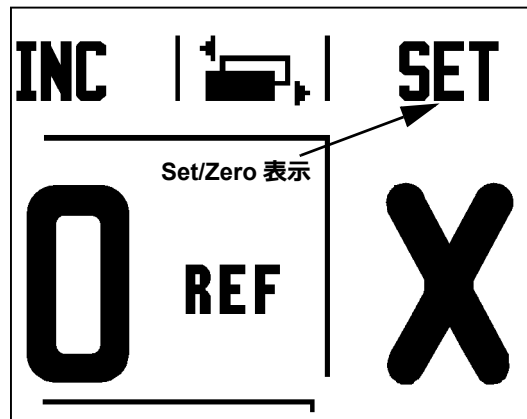

図 I.18 ページ表示と Set/Zero 表示
**SET/ZERO** ソフトキーは、軸キーを押したときの動作を決定します。このキーはトグルキーで、Set 機能と Zero 機能を切り替えます。現在の状態は、ステータスバーに表示されます。図 I.18 を参照してください。